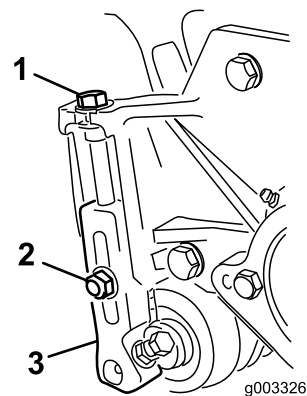

図 11
3. 刈り高ブラケットをCuttingユニットのサイドプレートに固定しているロックナットをゆるめる図 11。